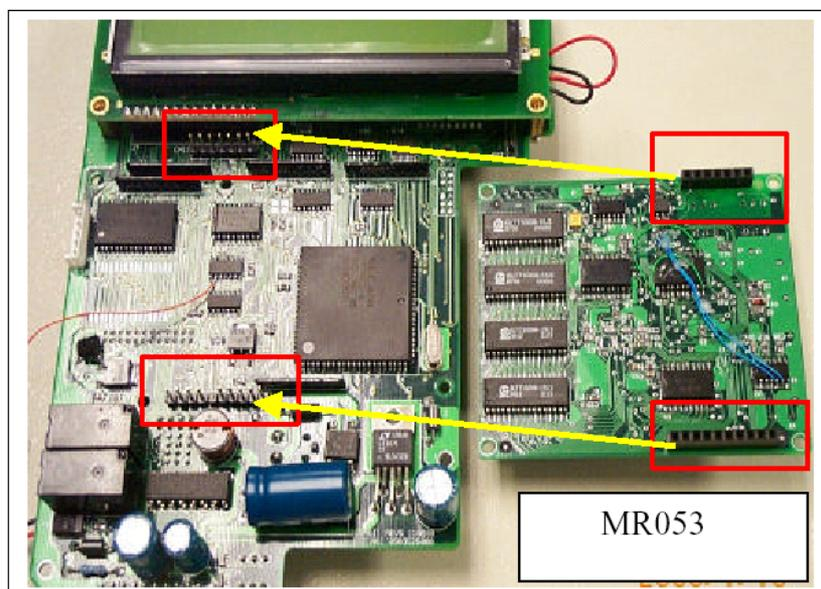

図2-18 R350 MKII にMR053 Ethernet カードをインストール
- (1) MR350 MKII ターミナルを開けます。
- (2) 注意してメインボードのロックを外します。
- (3) メインボードに MR053 を接続します(図 2-18 参照)。
- (4) ジャンパ設定を調整します。CPU ボードのジャンパ 11 からジャンパ 14 のピン 2 とピン 3 をショートします。
- (5) メインボードをターミナルに戻します。